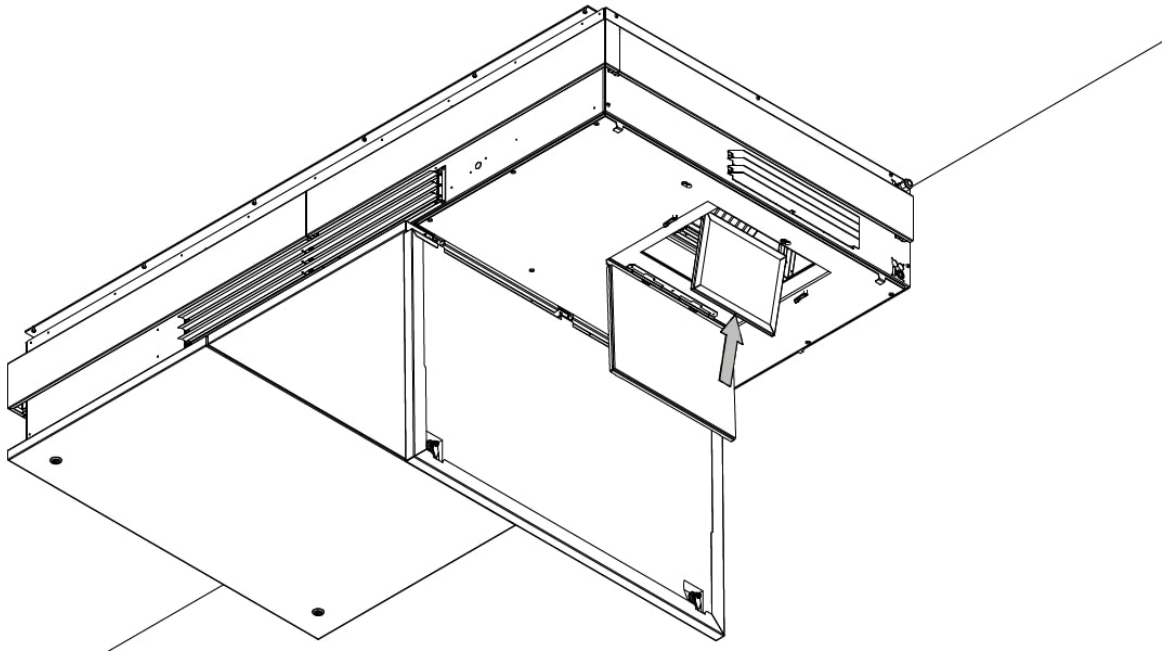

Figur 25: Åbning af hængsel , der holder grovfilter
3. Åbn de hængsler, der holder grovfilteret på plads – se Figur 25 nedenfor.